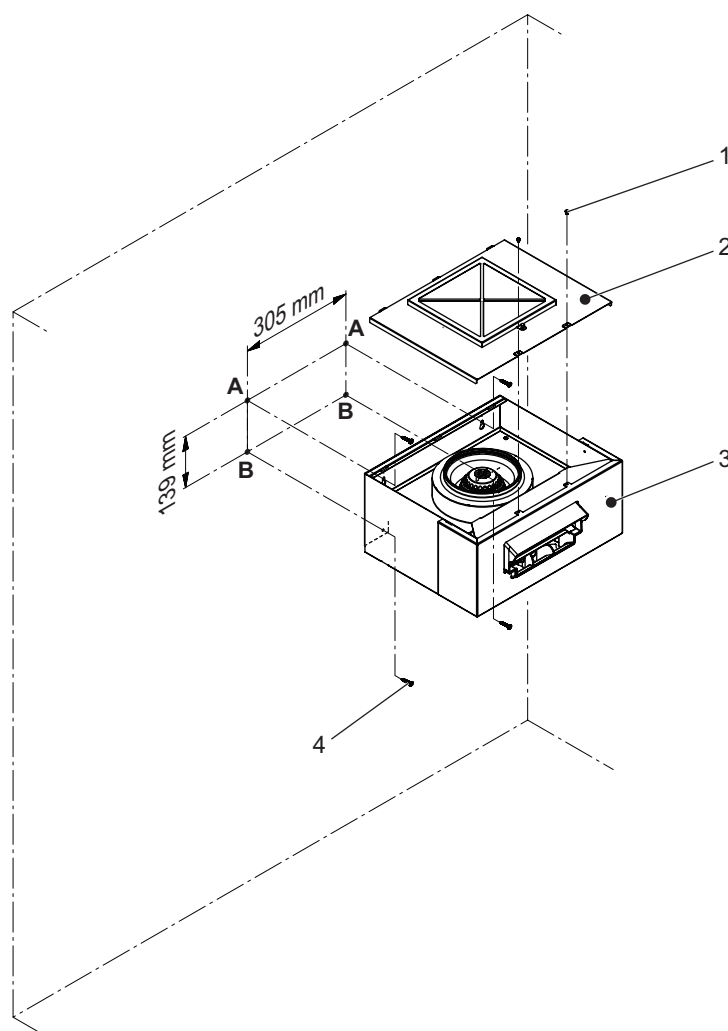

Figure 10 : Unité de ventilation murale
- Choisissez un endroit de montage approprié à la paroi ou à la surface de montage qui peut porter le poids total de l'unité de ventilation. Marquer les points d'attache "A" et "B" aux endroits souhaités à l'aide d'un niveau, consulter la Figure 10.